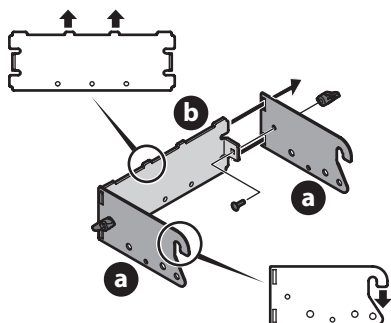

Figure 1
1. Pour assembler le support de montage (689-00304A), fixez les deux supports de montage latéraux (a) au support arrière (b) avec deux boulons de carrosserie (710-0276) et des écrous papillons (720-04122) du kit de quincaillerie (689-02364). Voir Figure 1.
**NOTE :** Les crochets sur les supports latéraux (a) doivent pointer vers le bas et les languettes sur le support arrière (b) doivent pointer vers le haut. Voir Figure 1.